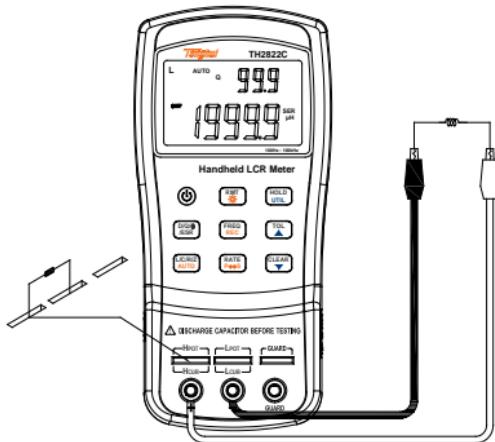
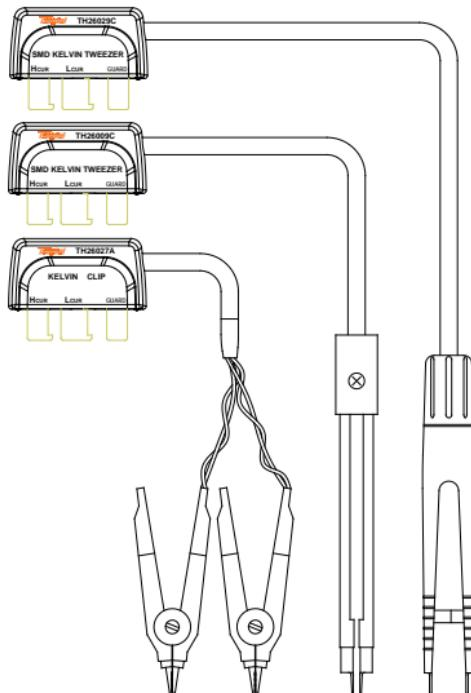
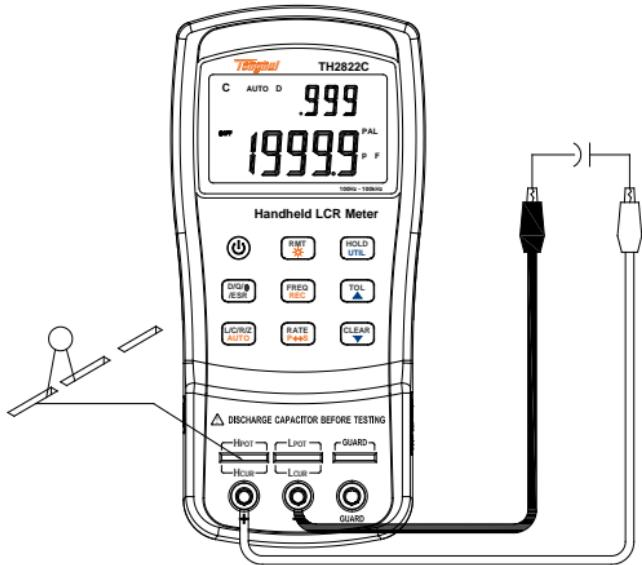

图12 – 电感测量
图13 – 四端测试附件
图 14- 电容测量
3. 将电感插入测试槽，或选用合适的测试附件（橡胶插头-鄂鱼夹，测试夹或**SMD**测试钳等）接入被测电感。如图11，图12为可选用的四端测试附件。
3. 将电容插入测试槽，或选用合适的测试附件（橡胶插头-鄂鱼夹，测试夹或SMD测试钳等）接入被测电容。如图13，图12为可选用的四端测试附件。
3. 将电阻插入测试槽，或选用合适的测试附件（橡胶插头-鄂鱼夹，测试夹或SMD测试钳等）接入被测电感。如图14，图12为可选用的四端测试附件。
3. 将阻抗元件（电阻，电容，电感）插入测试槽，或选用合适的测试附件（橡胶插头-鄂鱼夹，测试夹或SMD测试钳等，如图12）接入被测电感。